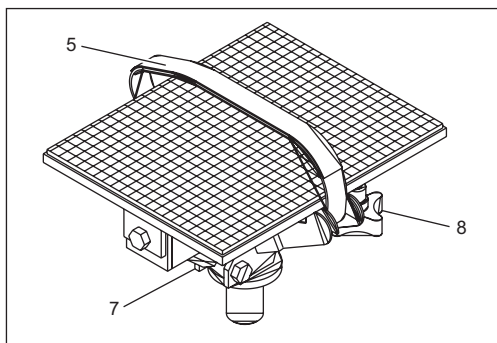

Fig. 9:
- Para hacerlo ajuste el eje (Fig. 9/7) con una llave en horquilla para la inclinación adecuada del eje.
- afloje la rueda manual correspondiente (Fig. 9/8) y ajuste la rueda opuesta.